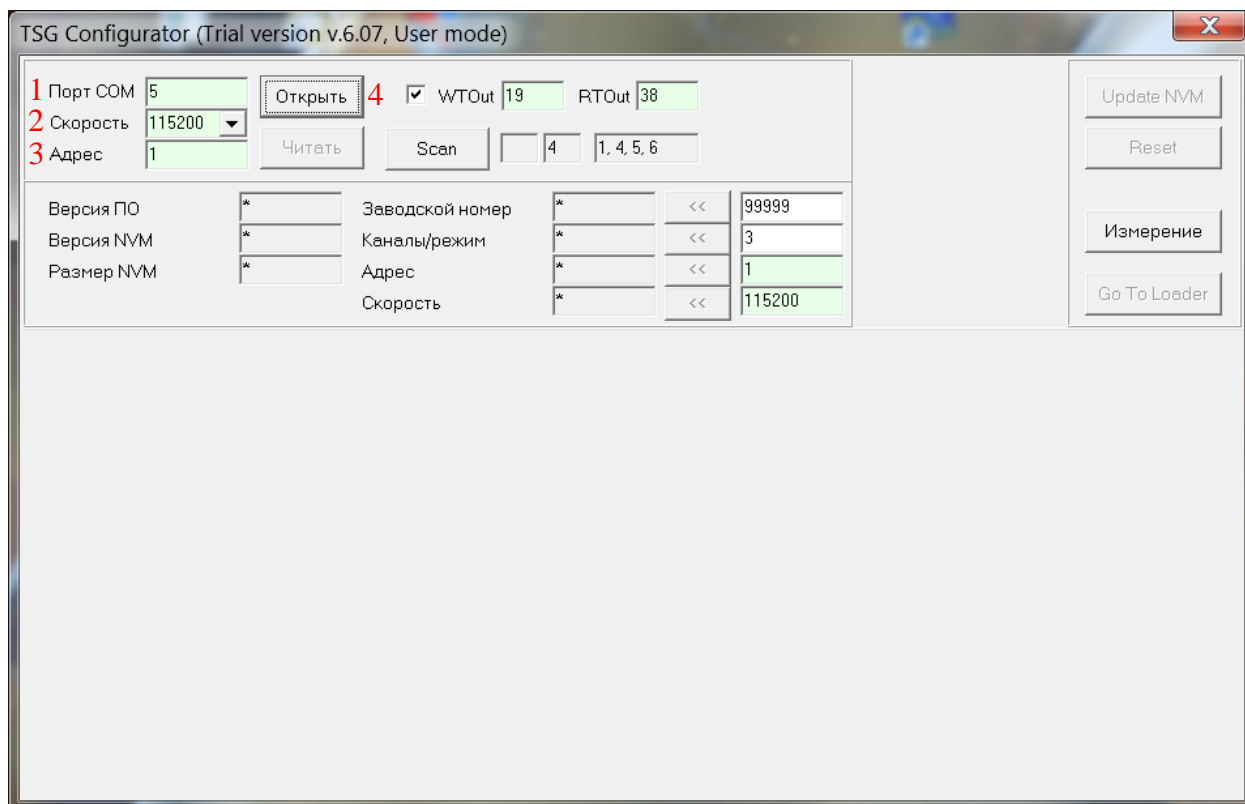

Рисунок 3. Внешний вид рабочего окна ПО TSG Configurator
2.4 Запустите программу TSG Configurator. Внешний вид рабочего окна ПО TSG Configurator представлен на рис. 3.